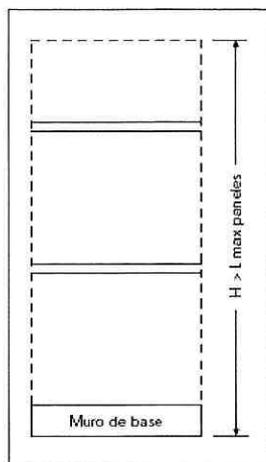
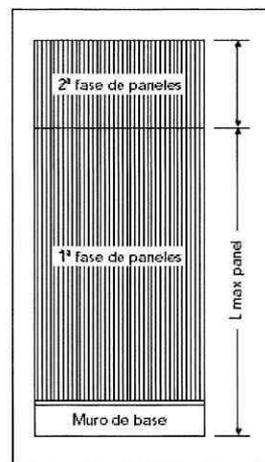

Fig. 5
Fig. 6
- 4.3.8 En caso que las fachadas de los edificios tengan una altura superior a la longitud máxima de producción de los paneles (5500mm) Fig. 5, se tiene que proceder por fases. La altura total del edificio será subdividida en un número de fases de los paneles (Fig. 6 y 7) obteniendo la altura querida por el constructor hasta el cumplimiento de la superficie total.